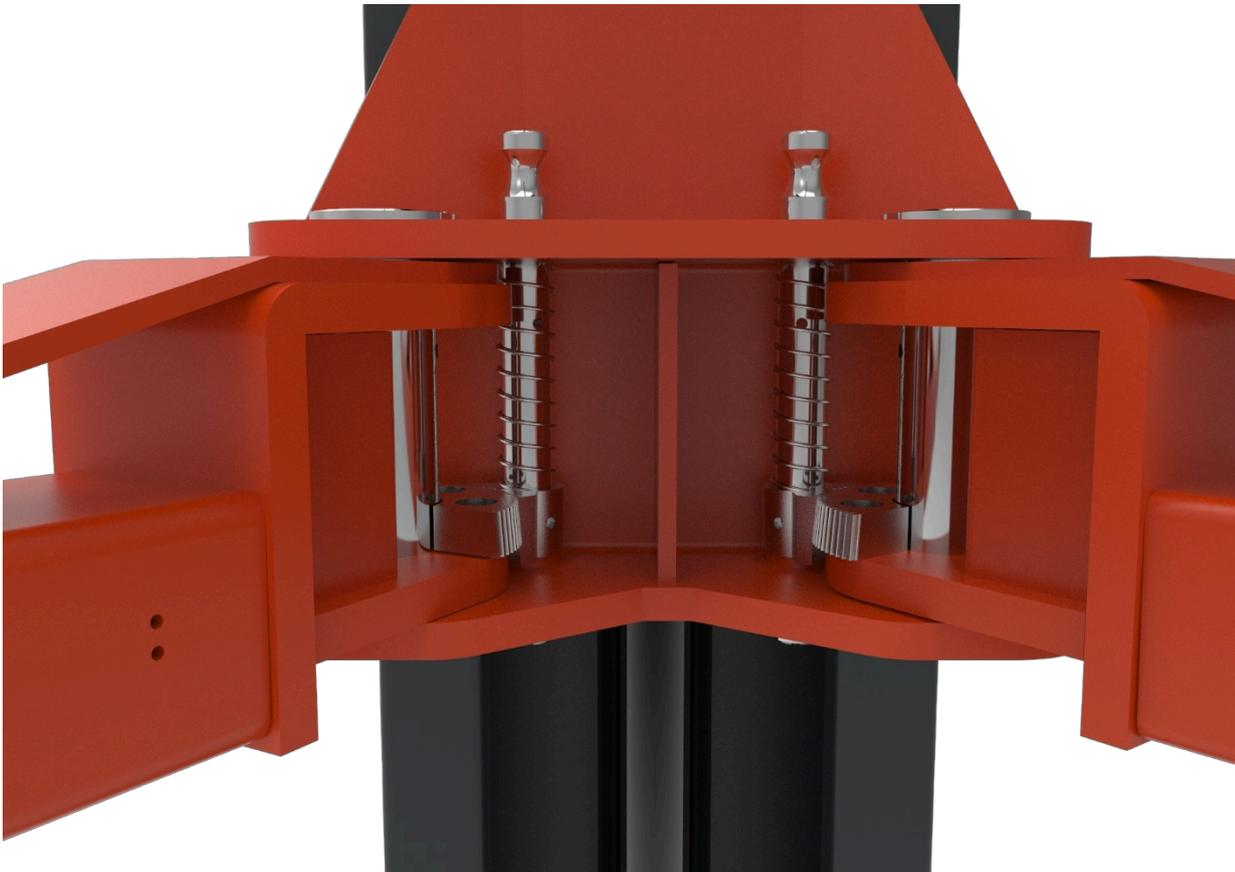
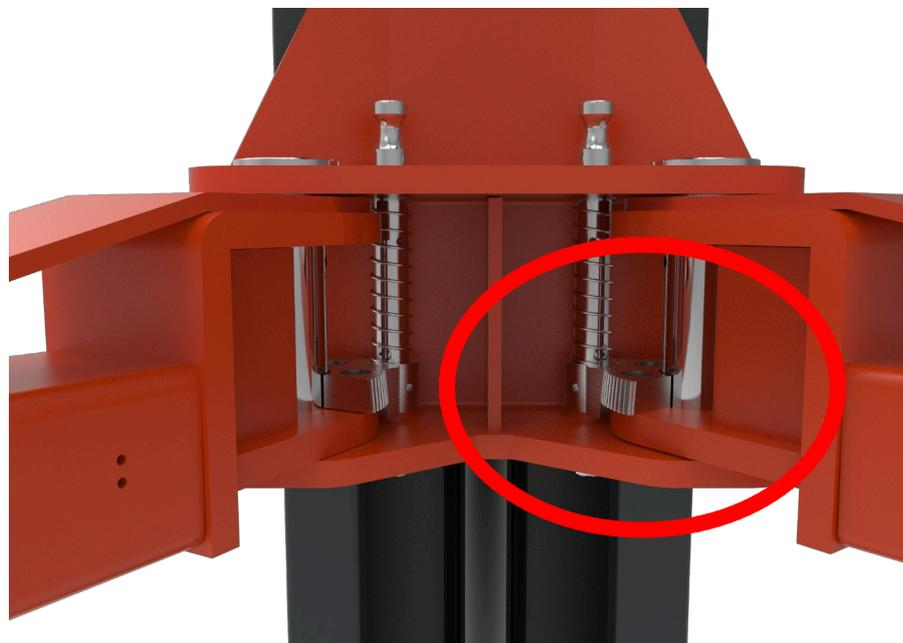

Fig. 22 Diagrama de instalação do braço
Fig. 23 Diagrama de instalação da barra de tração
Montar os braços e a haste de tração (Fig. 22 e Fig. 23).
- Nota: Soltar o parafuso para ajustar quando necessário (Fig. 23).